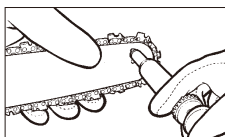

Fig. 20
3. Sätt in fettsprutans (tillval) spets i smörjhålet och spruta in fett till det kommer ut på kedjekransspetsens utsida (Fig. 20).